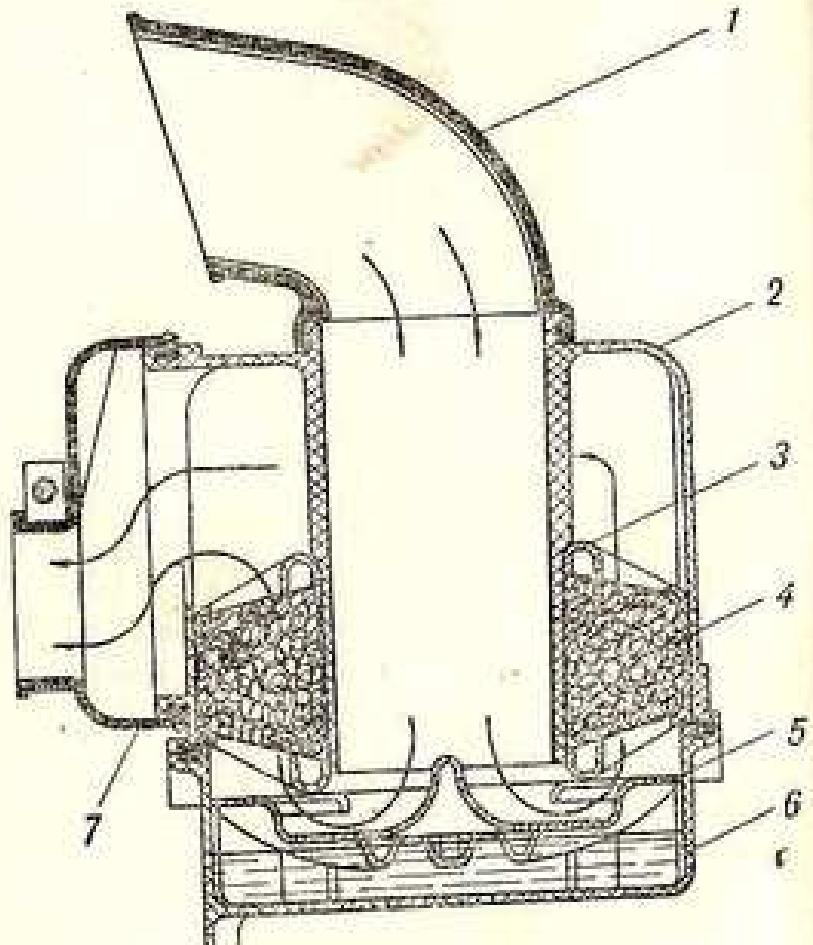
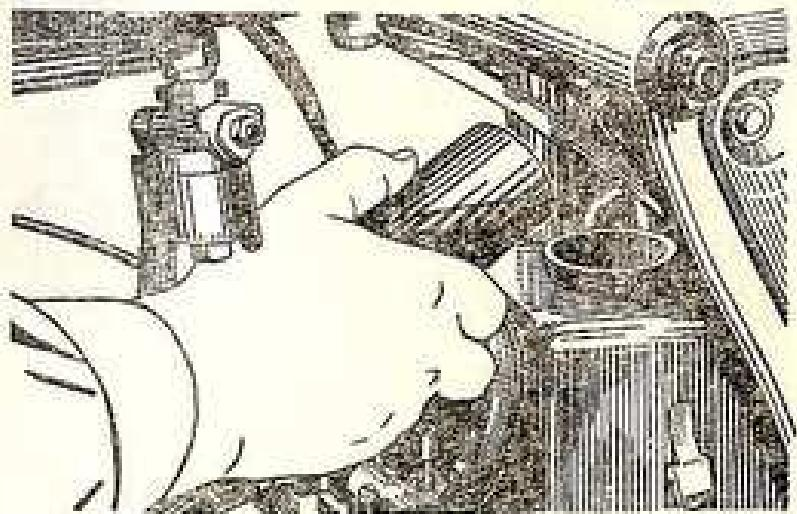

Рис. 14. ВОЗДУХООЧИСТИТЕЛЬ:
Рис. 15. ЗАЛИВКА МАСЛА
**ВОЗДУХООЧИСТИТЕЛЬ** (рис. 14). В зависимости от запыленности дорог, на которых эксплуатируется мотоцикл, необходимо периодически производить замену масла и промывку фильтрующего элемента (картоновой набивки) бензином. Масло заливать в собранный воздухоочиститель через входное отверстие (рис. 15).